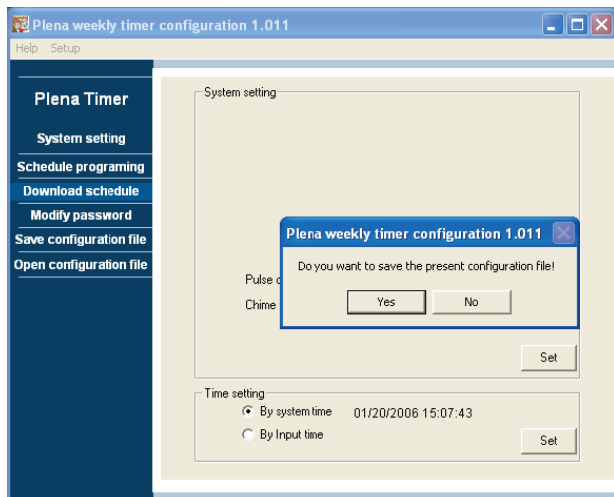

рисунок 8.17: Диалоговое окно Download schedule
- 1 Из главного меню щелкните по кнопке Download schedule. Появится следующее диалоговое окно (см. рисунок 8.17).